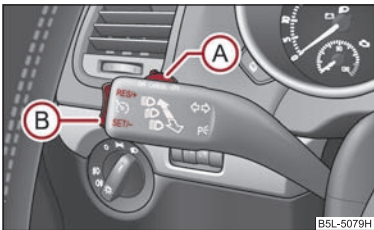

Fig. 122 Palanca de mando: Balancín y conmutador del sistema regulador de la velocidad
- Pulsar el conmutador **A** ⇒ página 123, fig. 122 desplazándolo a la posición **ON**.
- Puede **aumentar** la velocidad memorizada, sin accionar el pedal acelerador, presionando el balancín **B** ⇒ página 123, fig. 122 a la posición **RES**.
La **reanudación** de la velocidad memorizada se efectúa al soltar el pedal de freno o de embrague, en vehículos con cambio automático sólo tras soltar el pedal de freno, y después de presionar brevemente el balancín **(B)** ⇒ página 123, fig. 122 a la posición **RES**.
- Pulsar el conmutador **(A)** ⇒ página 123, fig. 122 desplazándolo a la posición **OFF**. ■